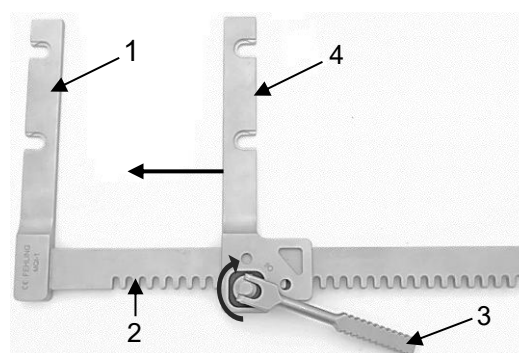

fig. 9
Se till att båda retraktorarmarna pekar åt samma håll, se fig. 9.
Vrid drivspaken (3) medurs för att flytta den rörliga retraktorarmen (4) på kuggstaven (2) inåt mot den fasta retraktorarmen (1) (fig. 9).